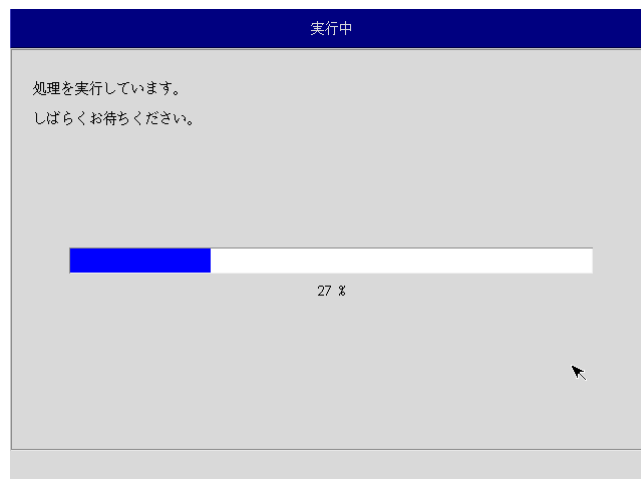

図 5-2-8. 実行中画面
- ⑫ 実行中画面（図 5-2-8）が表示され、処理が開始されます。実行中はリカバリ USB メモリ、保存メディアを外さないでください。また、電源を落とさないようにしてください。